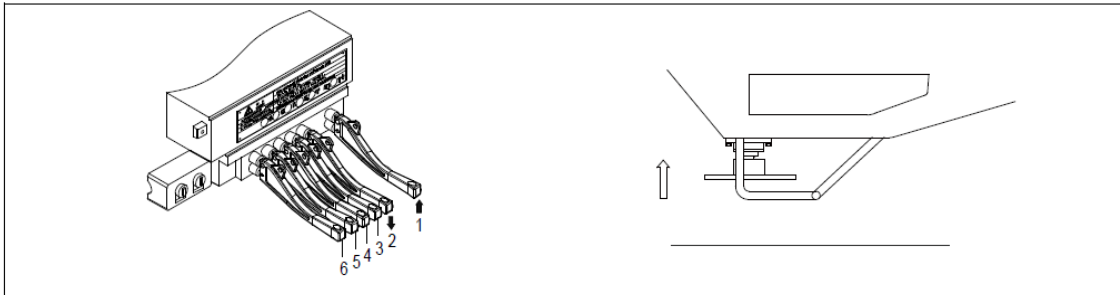

Figura 4-24 Recolhendo a quinta patola
- a) Recolha a quinta patola (Consulte a Figura 4-24):